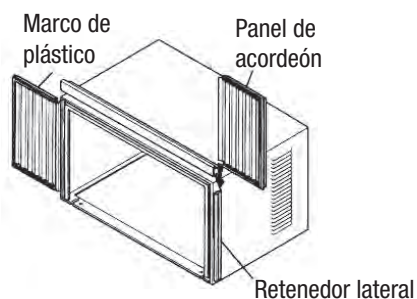
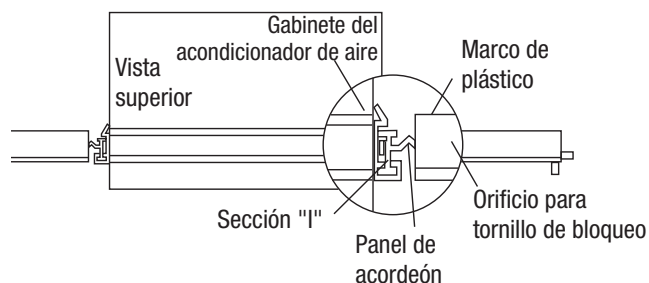

FIG. 9
FIG. 10
2. Deslice la sección "I" del panel de relleno de la ventana en el retenedor lateral en el costado del gabinete. (Consulte la Fig. 9 y la Fig. 10.) Haga esto en ambos lados.